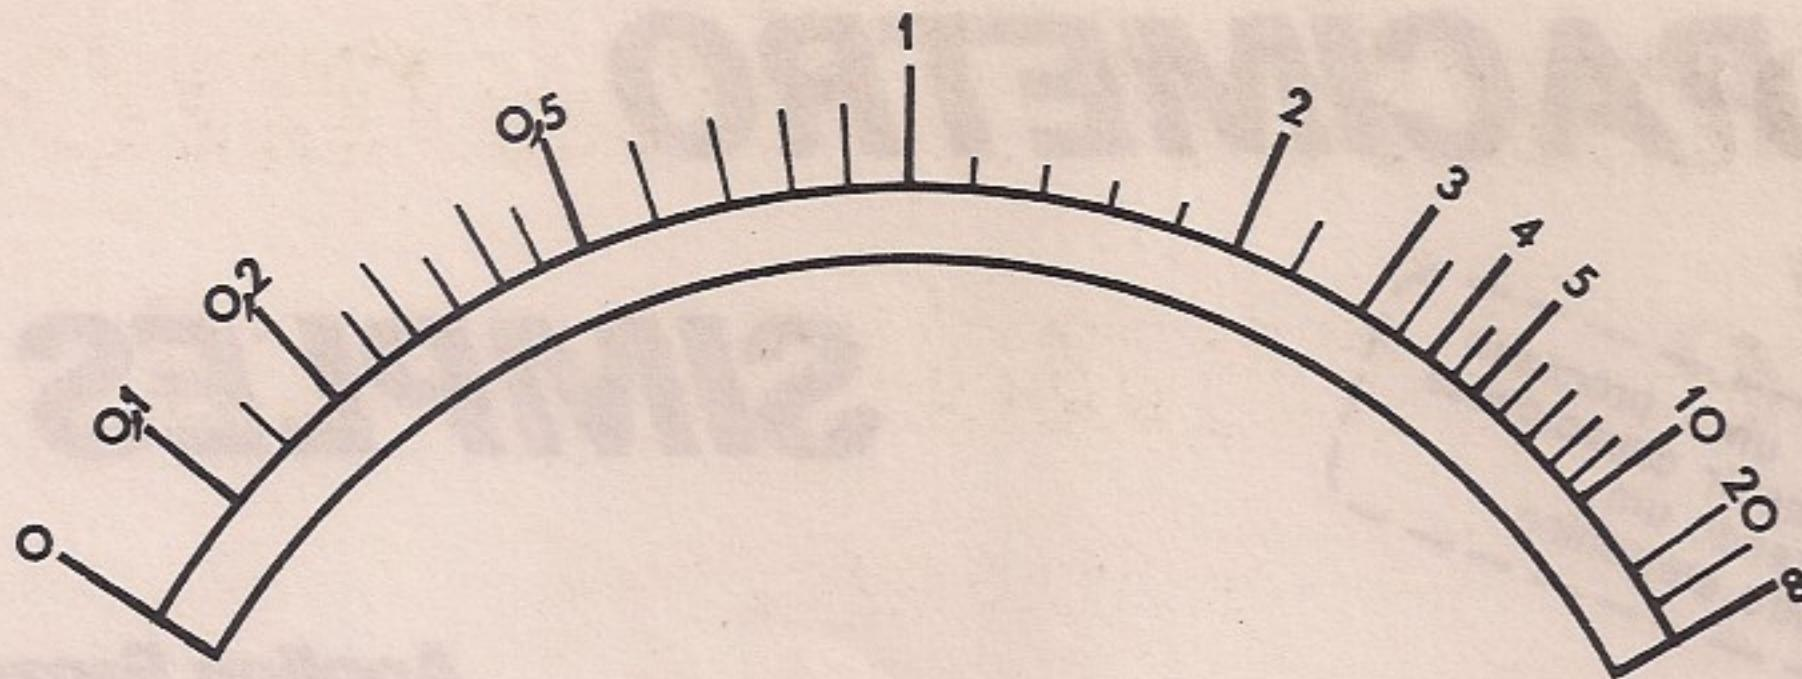

Figura 2
O mostrador do voltímetro pode ter uma graduação especial que permita a leitura direta da capacidade sob exame. Esta graduação, estabelecida de acordo com a fórmula (1), pode ser única para todas as faixas de alcance, desde que se escolha C_N na progressão de 1-100-10000. De qualquer modo a graduação de centro-escala correspondente sempre será de $C_x = C_N$. Na figura 2 temos um exemplo de escala com o algarismo 1 em centro-escala, que corresponderá, conforme a faixa de alcance, a 1 nF, 10 nF, etc.